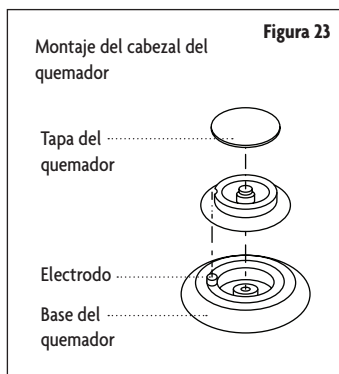

Figura 23
- Coloque una tapa de quemador en cada cabezal de quemador, haciendo coincidir el tamaño de la tapa con el tamaño del cabezal. (Consulte la Figura 23).